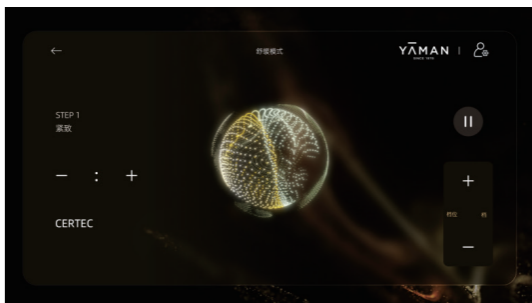

图5-6：舒缓模式-紧致手柄页面
- ①紧致手柄+沁肤盈润精华乳，护理时长默认5分钟，可调节至最大时长30分钟（如图5-6）。